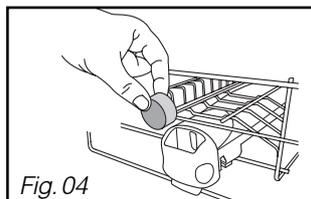
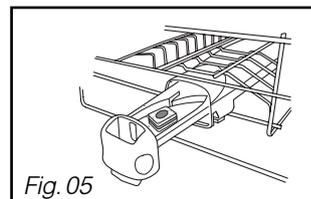

Fig. 04
Fig. 05
non multifonction dans le compartiment extérieur (Fig 04)
ou pour un fonctionnement optimal, tirez le tiroir du distributeur et disposez la pastille. (Fig 05)
**• Disposez la pastille** dans le compartiment extérieur (Fig 04 page précédente), **ou** pour un résultat optimal, tirez le tiroir du distributeur et disposez la pastille à l'intérieur. (Fig 05 page précédente).